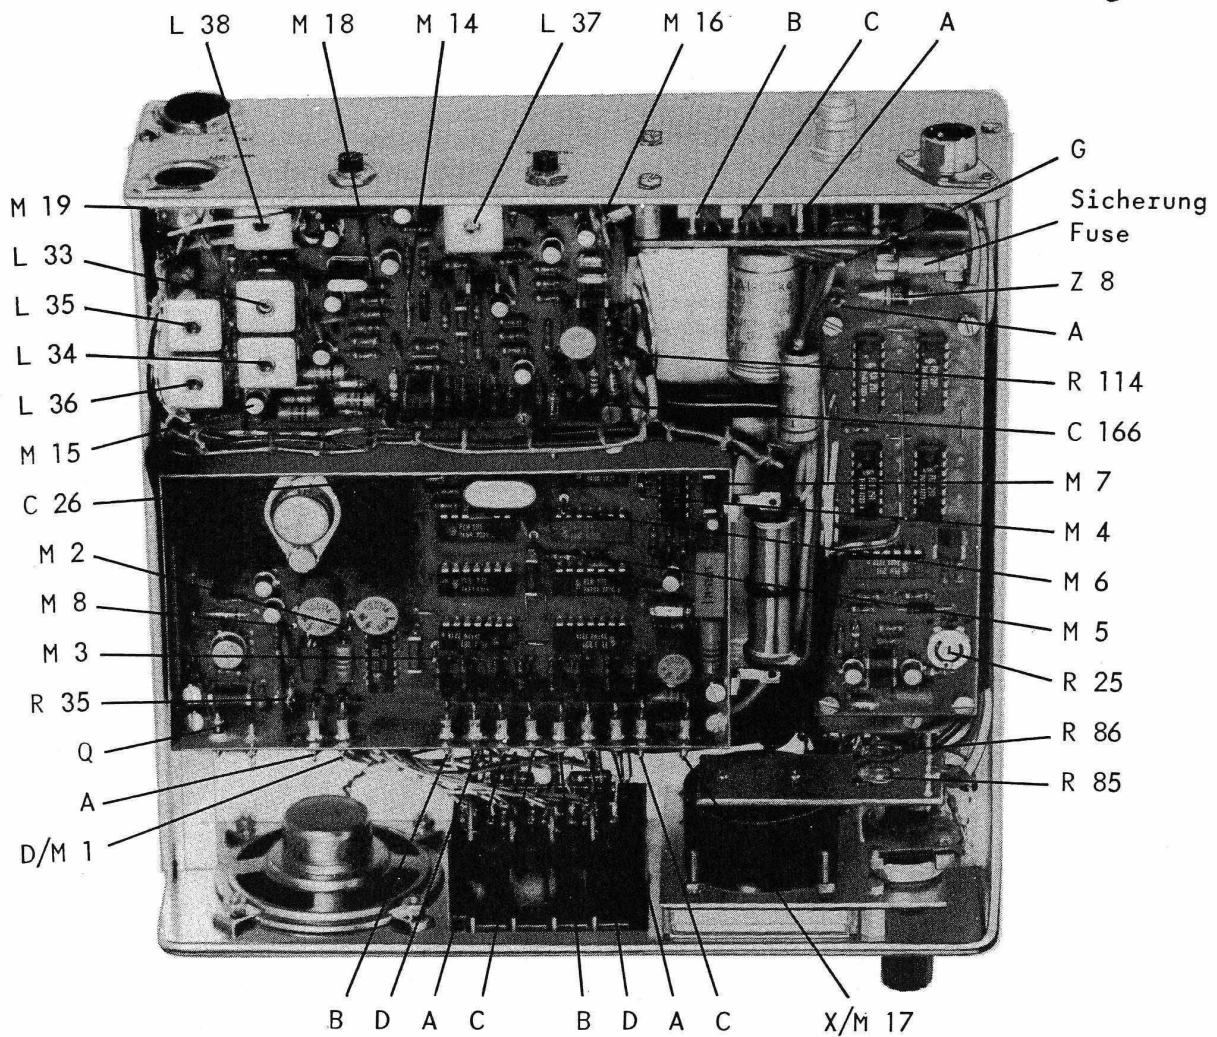

Bild 5 - Figure 5 Einer Zehner
4. 5,2 bis 5,5 V an M 1 (Durchführungskondensator, Bild 5), bzw. an allen mit D bezeichneten Punkten. Versorgt alle digitalen IC's und Kanalschalter.
5. ca. 6 V an M 8 (Lötstift, Bild 5). Versorgt IC 6.
6. ca. 8,5 V an M 18 (100 Ohm Widerstand, Bild 5). Versorgt 45 MHz-Quarzoscillator, Quarzoscillator-Verdreifacher, Hauptoscillator).
7. ca. 5,6 V an M 14 (5,6 V Zenerdiode, Bild 5). Referenzspannung für T 27.
8. Spannung an M 17 (Abstimmspannung für Kapazitätsdioden des 134 MHz-Hauptoscillators, Bild 5):
1. Nicht synchronisiert, d.h. Fehler im Gerät oder Schleifer von R 35 (Bild 5) auf Rechtsanschlag: 1,45 bis 1,50 V.
4. 5.2 to 5.5 V at test point M 1 (feed-through capacitor, see Fig. 5) and at all points designated with "D". Voltage supply for all digital ICs and the channel switch.
5. Approx. 6 V at M 8 (connection pin, see Fig. 5). Supplies IC 6.
6. Approx. 8.5 V at M 18 (100 Ohm resistor, see Fig. 5). Supplies the 45 MHz crystal oscillator, crystal oscillator-tripler, and main oscillator.
7. Approx. 5.6 V at M 14 (5.6 V zener diode, see Fig. 5). Reference voltage for T 27.
8. Voltage at M 17 (tuning voltage for the varactor diodes of the 134 MHz main oscillator, see Fig. 5):
1. Non-synchronized: e. g. fault in the transceiver, or wiper of R 35 (see Fig. 5) fully clockwise: 1.45 to 1.50 V.
Sollte die Einstellung des Hubes nach 3.9 nicht möglich sein, oder soll ein vorhandenes, aber unempfindliches Mikrofon verwendet werden, kann die Mikrofon-Verstärkung erhöht werden. Zu diesem Zweck wird ein 10-22 μF /3V Elektrolytkondensator (C 166, Bild 5) in den NF-Vorverstärker eingelötet. Die erforderlichen Leiterplatten-Bohrungen sind vorhanden. Mikrofon-Verstärkung und Hub sind nach 3.9 neu einzustellen.
Unabhängig von der Einstellung des Sprachhubes (3.9) kann nach Einstellung des Hubreglers der Tonrufhub mittels R 114 (an Lötstiften, Bild 5) verändert werden. Soll der Tonrufhub größer werden, ist R 114 zu vergrößern, bzw. umgekehrt.
If it is not possible to adjust the frequency deviation as given in section 3.9, or if an insensitive microphone is to be used, it will be necessary to increase the gain of the audio amplifier: This is made by soldering a 10-22 μF /3V electrolytic capacitor into the AF-preamplifier (C 166, see Fig. 5). The required holes are already provided on the PC-board. Realign the microphone gain and deviation as given in 3.9.
The frequency deviation of the calling tone can be adjusted independently of the voice deviation by changing of R 114 (at the connection pins shown in Fig. 5). The resistance value should be increased to increase the deviation, and vice-versa.
Die Frequenz des Tonrufes kann mittels R 25 (Bild 5) zwischen etwa 1,4 und 2,0 kHz verändert werden. Dazu wird der Frequenzzähler an M 16 (Lötstift, Bild 5) angeschlossen.
Sollten nach der Einstellung auch stärkste Signale nicht den Endausschlag erreichen, wird dies mit dem Trimm-Potentiometer R 86 (Bild 5) korrigiert.
The frequency of the calling tone can be varied in the range of approximately 1.4 to 2.0 kHz with the aid of trimmer resistor R 25 (see Fig. 5). This should be made by connecting the frequency counter to testpoint M 16 (connection pin, see Fig. 5).
If the strongest signals still do not give full scale deflection, the reading can be corrected using the trimmer resistor R 86 (see Fig. 5).
Am Kanalschalter sind die Zahlen in die Anschluß-Leiterbahnen eingezätzt, der Vorwähler wird an den Durchführungskondensatoren des Modulzählers gemessen (Bild 5).
The numbers are marked on the connection lanes of the channel switches, the preselector is to be measured at the feedthrough capacitors of the spacing module (see Fig. 5).